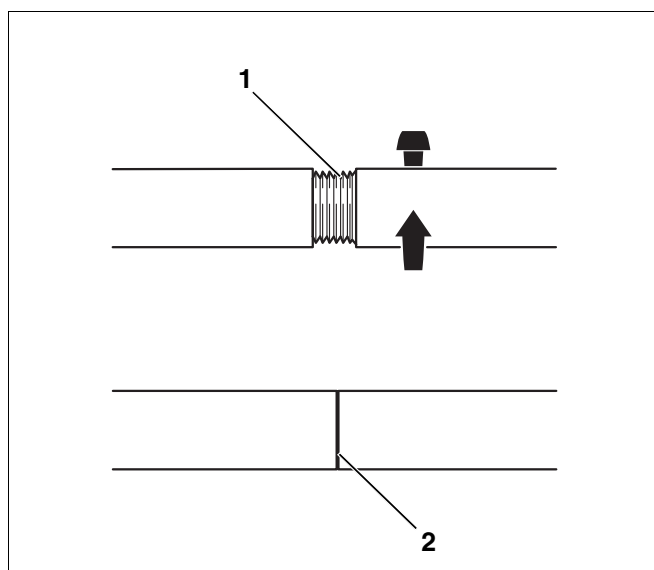

Fig. 17 Kedelsamleværktøj 2.3
Da der er mulighed for, at spindlernes skrueforbindelser kan løsne sig, når kedelsamleværktøjet med str. 2.3 løsnes (Fig. 17, **pos. 1**), skal de kontrolleres, før kedelsamleværktøjet bruges igen, og om nødvendigt spændes efter (Fig. 17, **pos. 2**). Hvis sammenpresningen udføres med løsnede skrueforbindelser, kan det medføre beskadigelse og evt. ødelæggelse af samleværktøjet og evt. personskaade.